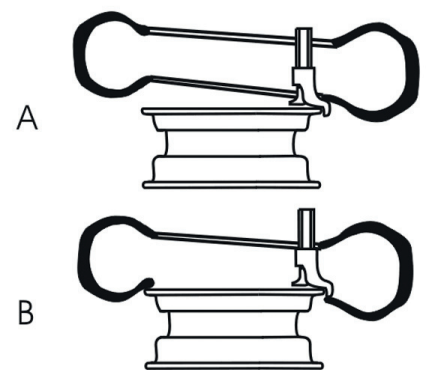

Bild 22
- Passen Sie die relative Position zwischen dem Reifen und dem Montage-/ Demontagekopf an, um den Reifenwulst den Montagekopf kreuzen zu lassen. Am Ende des Montagekopfs sollte der Reifenwulst auf dem Montagekopf, wie bei Bild 22-A, platziert werden. Zu Beginn des Montagekopfs sollte der Reifenwulst unter der Ausstülpung vom Montagekopf (Bild 22-B) platziert werden.